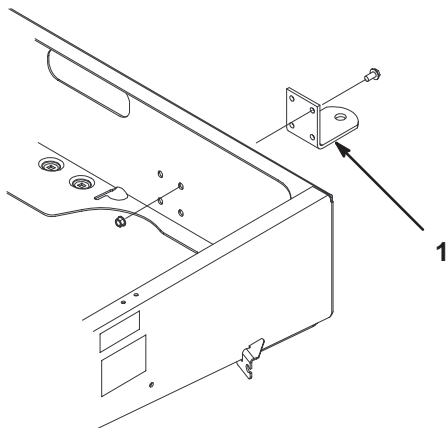

Bild 7
2. Fluchten Sie die Anbauvorrichtung mit den Befestigungslöchern im Chassis aus. Befestigen Sie die Anbauvorrichtung mit den Schrauben und Muttern (Bild 7).